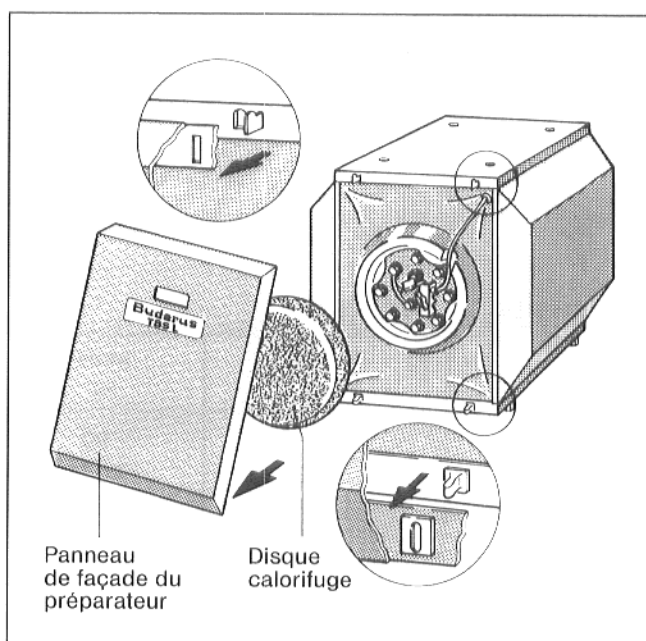

Fig. 5
- Tirer par le bas le panneau de façade du préparateur vers l'avant et le décrocher en haut des crochets du corps du préparateur (fig. 5).